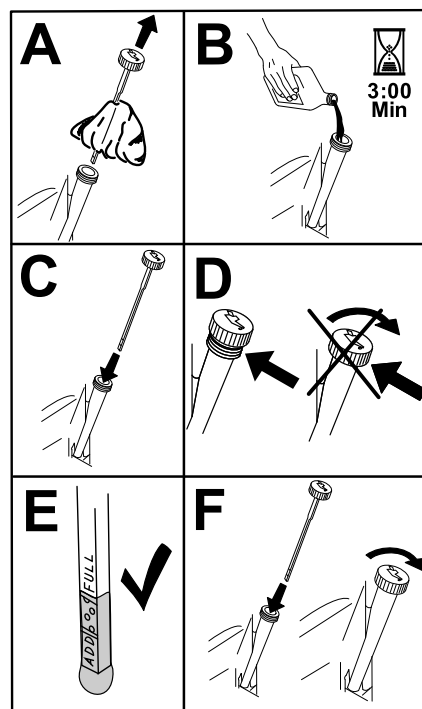

Figura 25
5. Vierta lentamente un 80 % aproximadamente de la cantidad especificada de aceite por el tubo de llenado y añada lentamente el aceite adicional hasta que llegue a la marca de **Full** (lleno) (Figura 25).
3. Llene el cárter con el tipo correcto de aceite nuevo (Figura 25).